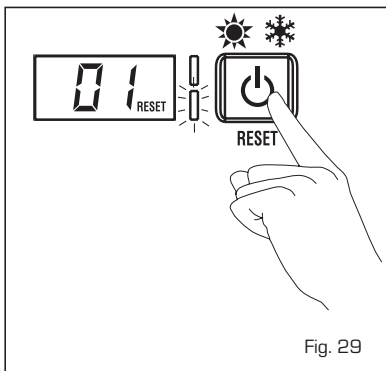

Fig. 29
- **ALL 01 (fig. 29)**
- **ALL 02 (fig. 29/a)**